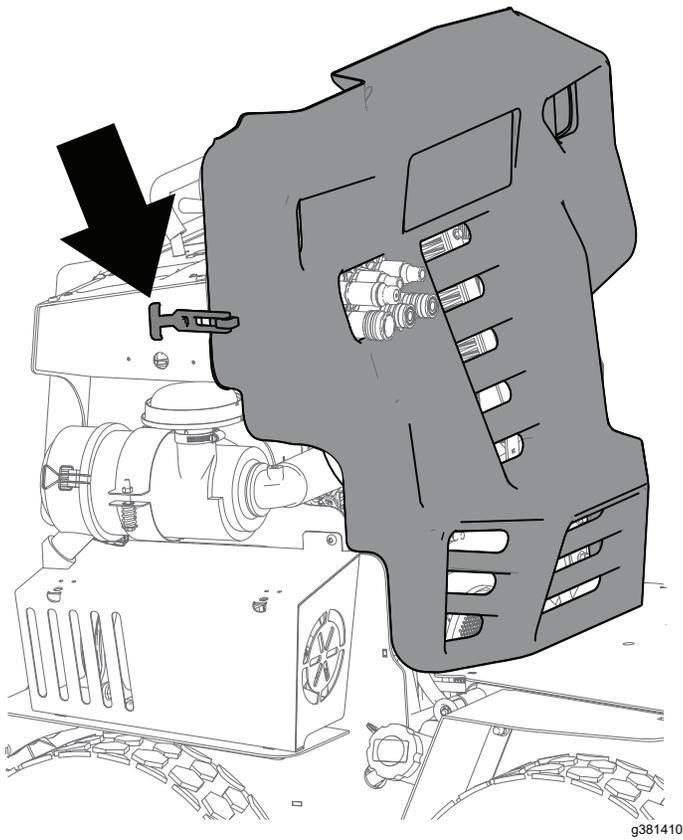

Figure 19
1. Déposez le capot en plastique avant (Figure 19).